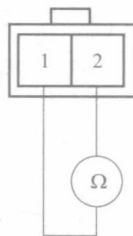

图 2-4 倒车灯开关 2 针插接器
2) 检查倒车灯开关 2 针插接器 1 号端子和 2 号端子之间是否导通，如图 2-4 所示。当变速杆置于倒档时应导通。如果结果显示有故障，则转至步骤 3)。